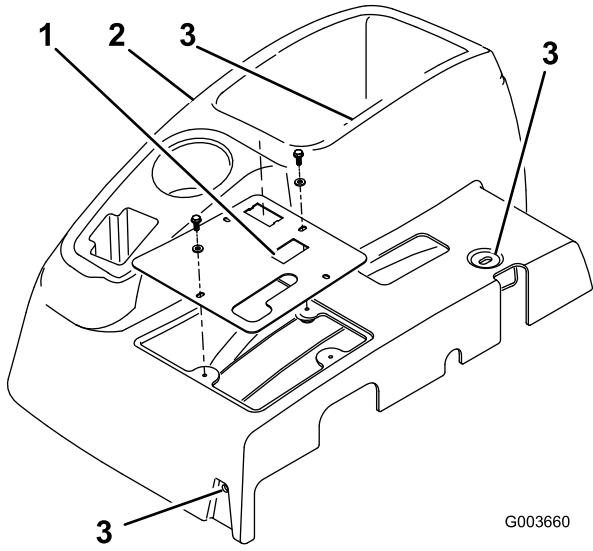

Рисунок 1
- Снимите 4 шайбы и болты, которые крепят панель управления к консоли (Рисунок 1). Выньте провод из счетчика моточасов. Снимите панель доступа (рис. 1).
- Снимите 3 болта крепления консоли к раме (Рисунок 1). Снимите консоль, осторожно приподняв нижний край консоли вокруг опорного кронштейна и подняв ее вверх позади ручки тормоза.